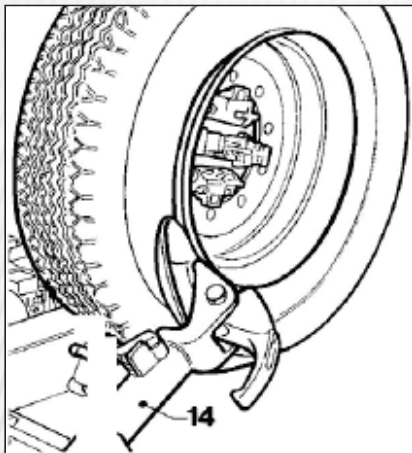
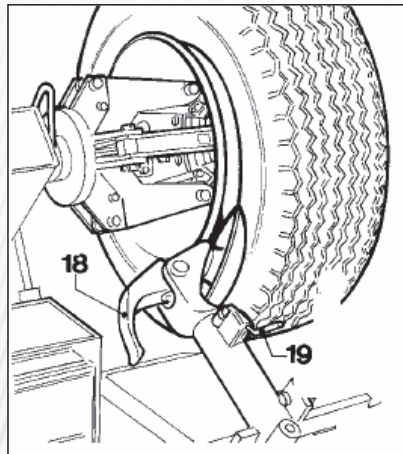

Рисунок 14
Рисунок 15
- 3) Установите кронштейн съемного рычага покрывки 14 (рис. 14) в рабочее положение и дайте ему зафиксироваться.
- 4) При помощи переносного блока управления маневрируйте колесом до тех пор, пока внешняя часть обода не появится из-за диска (рис. 14).
- 7) Отведите кронштейн съемного рычага покрывки 14 (рис. 14) в сторону и установите его в не рабочее положение, отжав его установочную рукоятку, затем переведите его во второе рабочее положение (рис. 15).
8) Нажмите на рукоятку установки съемного рычага 19 (рис. 15) и поверните головку рукоятки на 180°, пока он автоматически не зафиксируется.